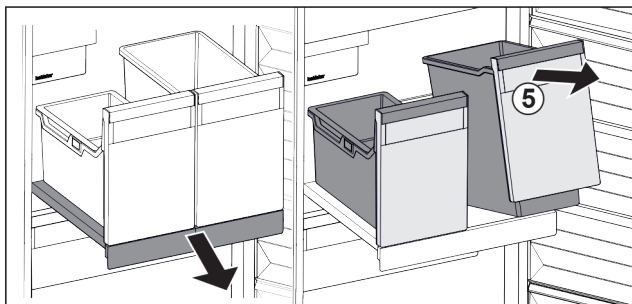

Fig. 41
- Behälter Fig. 41 (5) vorne anheben.